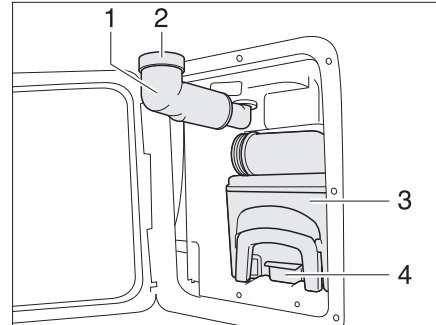

Bild 151 Thetford-Kassette
- Frischwasser-Einfüllstutzen (Bild 151,1) nach außen schwenken.
- Schraubkappe (Bild 151,2) abnehmen.